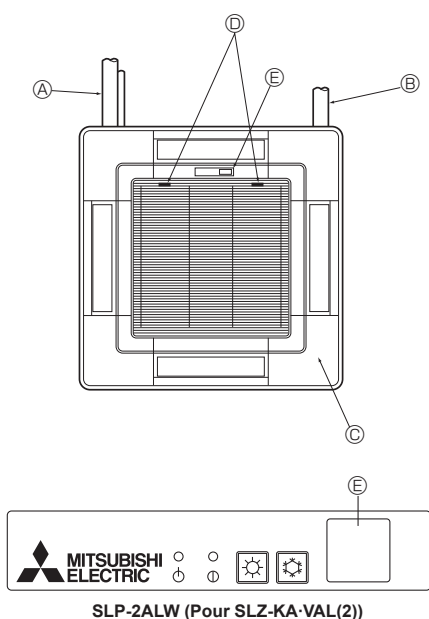

Fig. 8-11
8.5. Installation de la grille d'aspiration (Fig. 8-11)